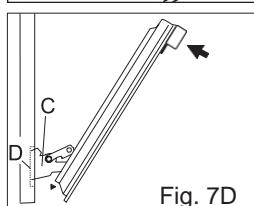

Fig. 7D
- 4) Operando con le due mani esercitare una leggera pressione della porta verso l'interno permettendo alle cerniere "C" della porta di staccarsi dalle asole "D" (vedi fig. 7D) e tirare la porta verso di sé sino a che la stessa non si sia sganciata dal forno.